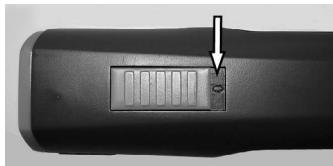

Fig. 4 Kontakt i OFF-position ("0")
1. Kontroller klipperens kontakter (1) og batteriet (2) for fremmedlegemer og forening.
2. Kontroller, at kontakten på klipperen er i OFF-position ("0") (fig. 4).
3. Sæt batteriet (2) ind i klipperen (3), indtil batteri-interlock'en (1) har fat på begge sider.
4. Sæt klipperen med isat batteri (1) eller kun batteriet (2) ind i den der til beregnede opladerfordybningen på opladerstationen ovenfra uden at bruge magt.
6. Batteri oplader. Kontrollyset lyser rødt (3) under opladningen. Så snart batteriet er opladt 90%, skifter det grønne kontrollys til grønt og opladeren skifter til flydende opladning.
7. Hold opladeren fast med en hånd, og træk klipperen (1) eller batteriet (2) ud med den anden.
1. Sæt kontakten i position "0" (fig.4).
2. Skub batteri-interlock'en (2) på begge side indad, og træk batteriet (1) ud af klipperen.
3. Sæt det ladte batteriet (1) ind i klipperen (2), indtil batterilåsen er gået i hak på begge sider.